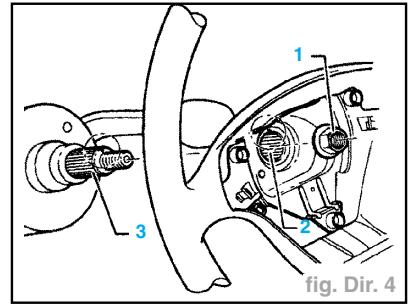

fig. Dir. 4
- Positionner le volant de direction de telle façon que le trait servant de repère sur le moyeu de volant (2) coïncide avec le point marqué au pointeau sur la colonne de direction (3) (fig. Dir. 4).